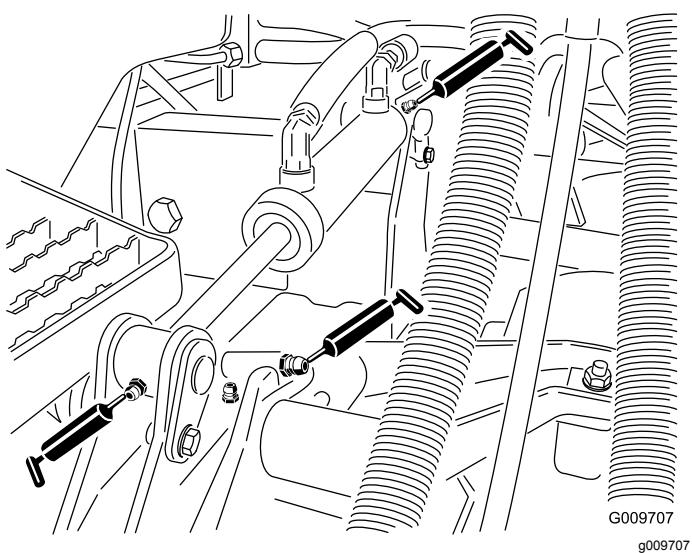

Figura 22
- Casquilhos do cilindro de elevação (2 por plataforma) (Figura 22)